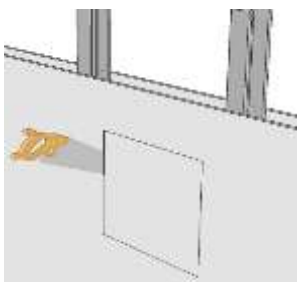

Figure 1
- Faire la découpe pour la niche dans la cloison existante entre deux montants métalliques. (figure 1)